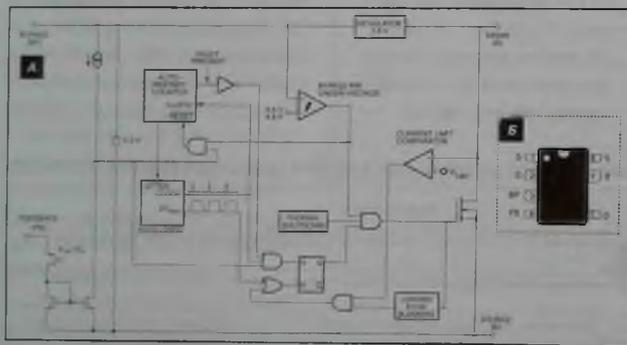

Рис. 6. Структурная схема микросхемы LNK364 (а) и расположение ее выводов (б)
● Реле RL5, RL7 сетевого питания инвертора приводного мотора. Контактные группы обоих реле включены последовательно (см. рис. 6). В активном положении контактной группы реле RL5 сетевая линия N подается на другую контактную группу блокирующего реле RL7, а с него — на контакт 1 соединителя J30 (и далее на плату инвертора мотора). Контакты 1 (линия N) и 2 (LINE DOOR) соединителя J30 (обе линии поступают на плату инвертора приводного мотора) дублируются соответствующими контактами соединителя J22
- Сигнал контроля срабатывания силовой контактной группы УБЛ (с нее по коммутируемой сетевой шине LINE DOOR (рис. 6) питаются цепи клапанов залива воды, ТЭН стирки, рециркуляционной помпы, инвертора приводного мотора и элементов сушики). Сигнал снимается с контакта 3 соединителя J3 и по цепи R55-R57 — R51, R58 поступает на выв. 27 U6. Данный сигнал кроме срабатывания УБЛ сигнализирует об уровне сетевого напряжения.